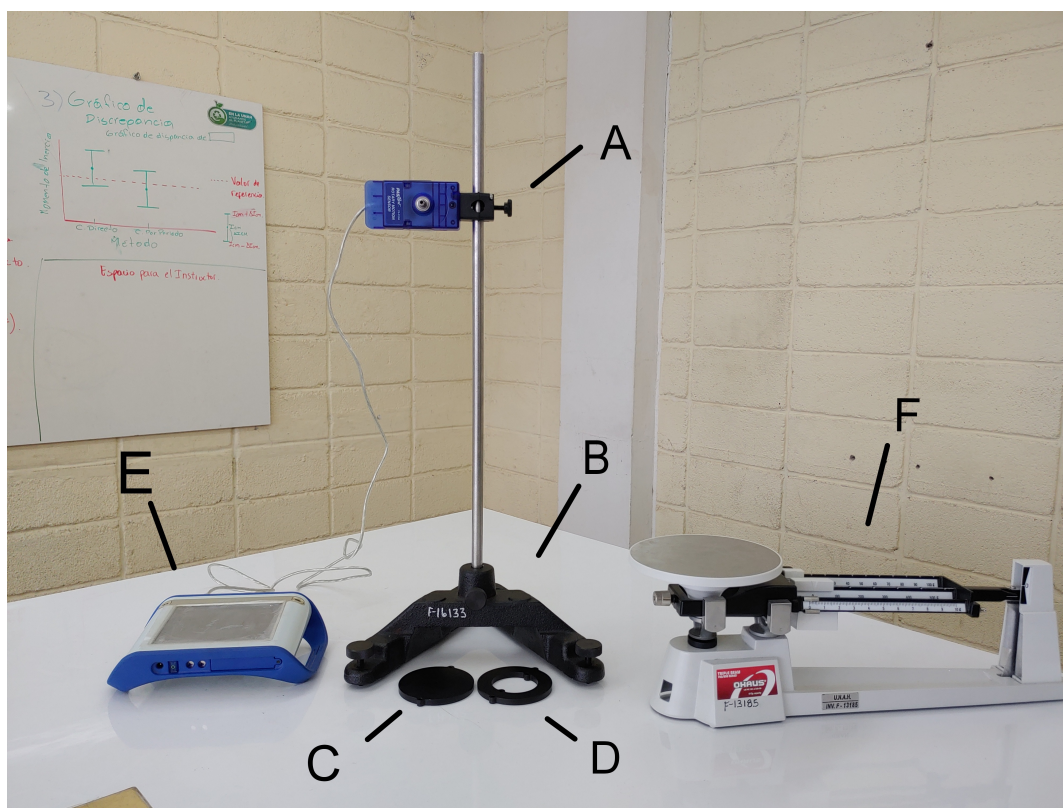

Figura 1. Esquema de Montaje Experimental para el Péndulo Físico.
1. Se dispone de un montaje de péndulo físico, compuesto por un disco sólido de radio  $a$  sujeto por medio del sensor giratorio PASCO, una barra de soporte y una base como se muestra en la figura 1. Utilizando la cinta métrica mida el radio  $a$  en metros del péndulo desde el centro hasta el borde. Sea muy preciso en la toma de este radio. Anote este valor en la Tabla 1.
1. Se dispone de un sistema de péndulo físico compuesto por un anillo de radio externo  $a$  y radio interno  $b$  sujeto por medio del sensor giratorio PASCO, una barra de soporte y una base como se muestra en la figura 1. Utilizando la cinta métrica mida el radio  $a$  en metros del péndulo desde el centro hasta el borde. Sea muy preciso en la toma de este radio. Anote este valor en la Tabla 2.